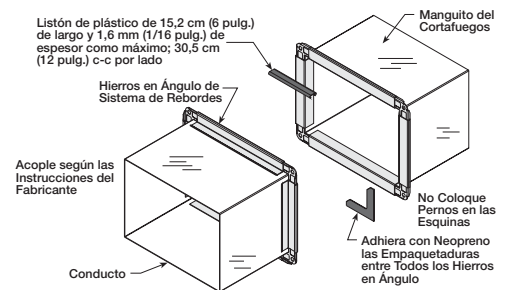

Figura 10 — Conexiones Desmontables CONEXIONES DESMONTABLES CON SISTEMA DE REBORDES PATENTADO
- a. Instale el sistema de conexión fabricado por Ductmate, Ward o Nexus. Consulte la Figura 10.